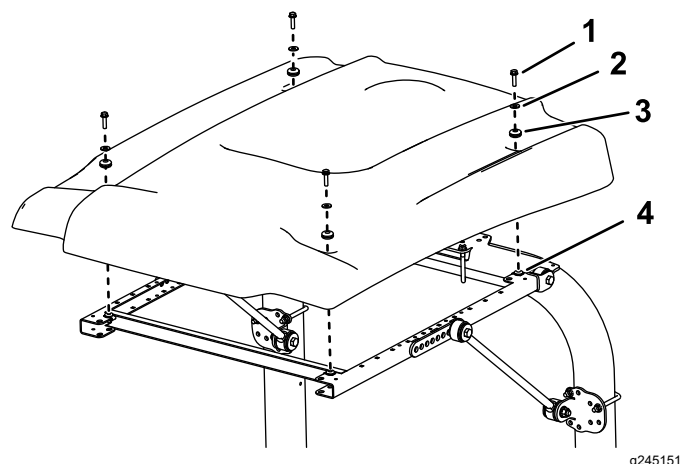

Рисунок 38
15. Выравнивая монтажные отверстия, расположите солнцезащитный навес на раме, как показано на Рисунок 38.
16. Установите каждый угол солнцезащитного навеса на раму с помощью болта с фланцевой головкой (5/16 x 1 1/4 дюйма), малой шайбы и уплотнительной втулки, не затягивая их (Рисунок 38).